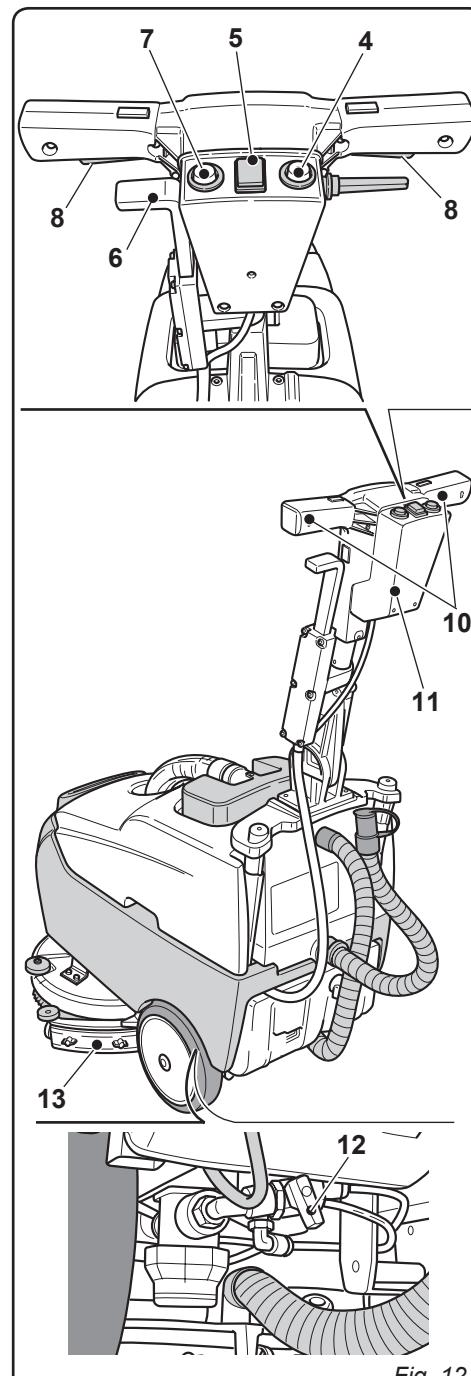

Fig. 12
9.1.e - Allarmi durante il funzionamento (Fig. 12/a).
- Durante il funzionamento della macchina si possono inserire degli allarmi che vengono visualizzati dai lampeggi del led (1):